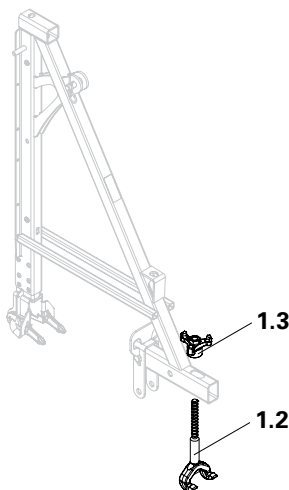

Fig. A3.20
2. Desserrer l'écrou à trois oreilles (1.3) et retirer le crochet double (1.2) du trou. (Fig. A3.20)